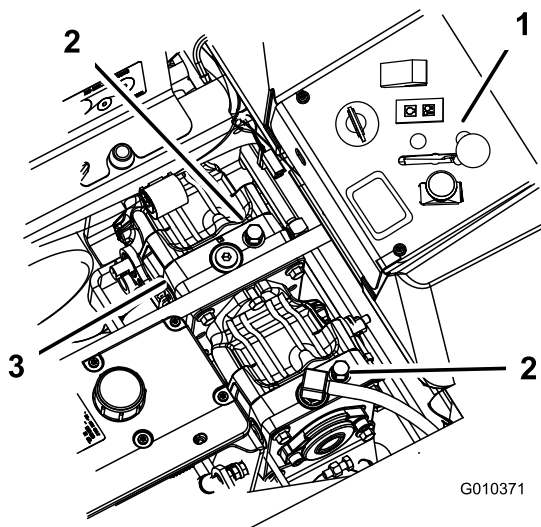

Figura 31
2. Girate ogni valvola di bypass di un giro in senso antiorario. Il fluido idraulico bypassa quindi la pompa, consentendo alle ruote di girare (Figura 31).
Girate le valvole di bypass di un giro in senso orario per azionare la macchina (Figura 31).